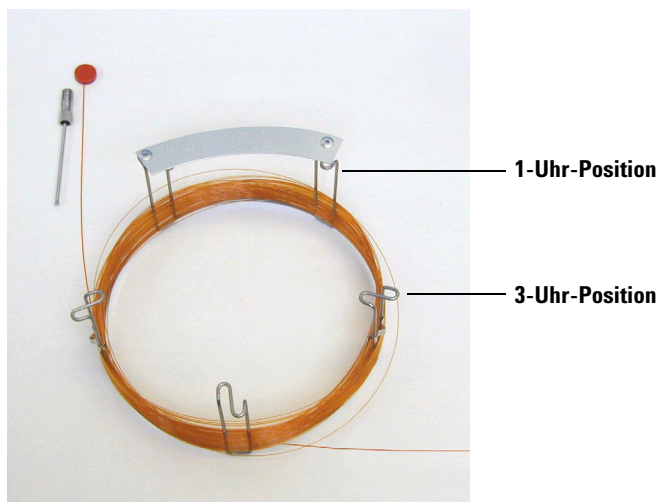

Abb. 3 Säule mit 2 ausgerollten Schleifen
- Entfernen Sie die Septumkappe von der AUSLASS-Seite der Säule, und rollen Sie 2 Säulenschleifen ab. Siehe Abb. 3.